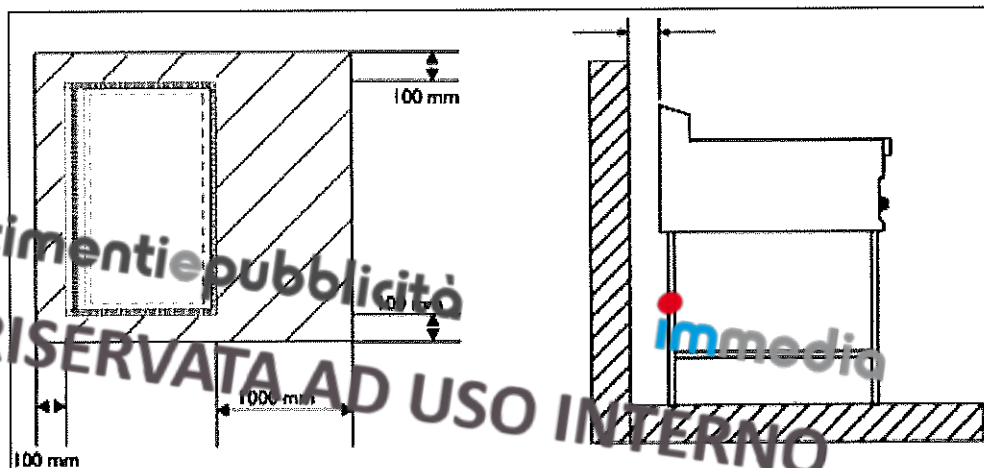

Fig. 3.2.1
- rispetto dell'area minima libera attorno all'apparecchiatura, come mostrato nella fig.3.2.1;